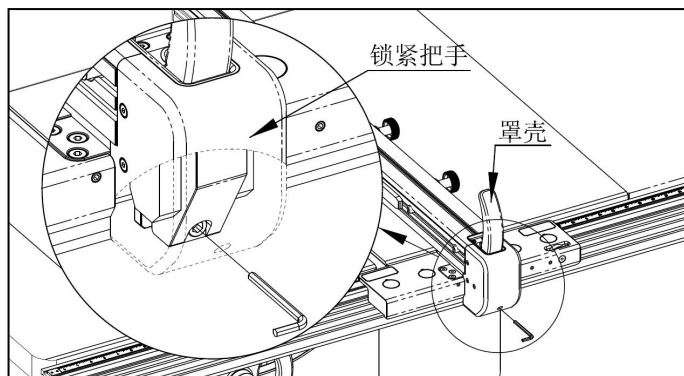

图 6-23
(6) 调节前端锁紧力：如图 6-23，拉起锁紧把手，使用 6mm 六角扳手调整罩壳内部的螺钉。先逆时针完全旋松螺钉，再顺时针旋转，直至遇见明显阻力时停止。然后反向（逆时针）旋转扳手约 60° ，调节完毕。